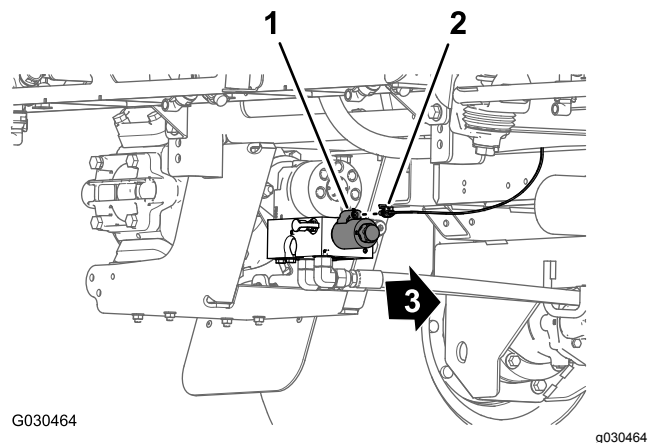

Figura 58
5. Nella parte posteriore della macchina (all'interno della pompa dell'irroratrice), scollegate il connettore a 2 prese del cablaggio principale posteriore dal connettore a 2 pin del relè della pompa (Figura 58).